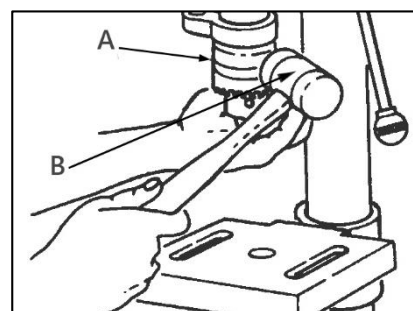

Рисунок 8.
Аккуратно постучите по патрону (A) (рис. 8) резиновым молотком (B) придерживая патрон рукой, чтобы избежать падения патрона при отделении от шпинделя.